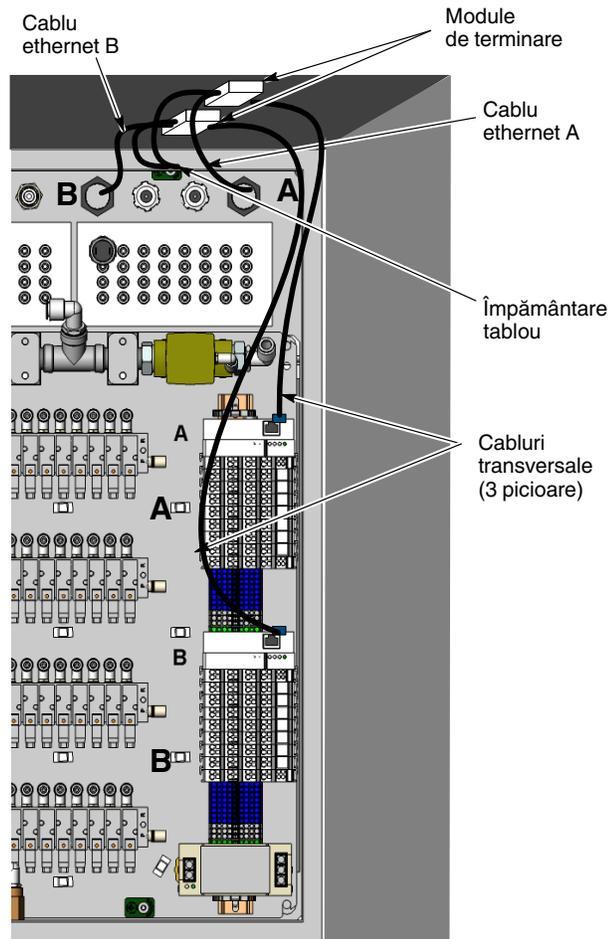

Figura 3-12 Terminarea cablului ethernet din interiorul panoului de comandă pentru culoare
11. A se vedea Figura 3-12. Montați modulele de terminare sub părțile superioare ale incintei.